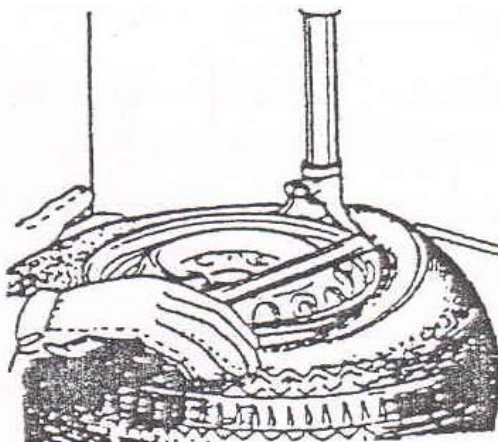

Рис. 6.
6. Вставить рычаг между бортом покрышки и фронтальной стороной монтажной головки (рис. 6).